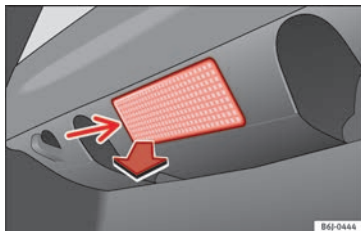

Fig. 194 Luz do porta-bagagens.
- Extraia a tulipa pressionando o rebordo da parte interior da mesma (seta) com a ajuda da ponta de uma chave de fendas » **Fig. 194**.